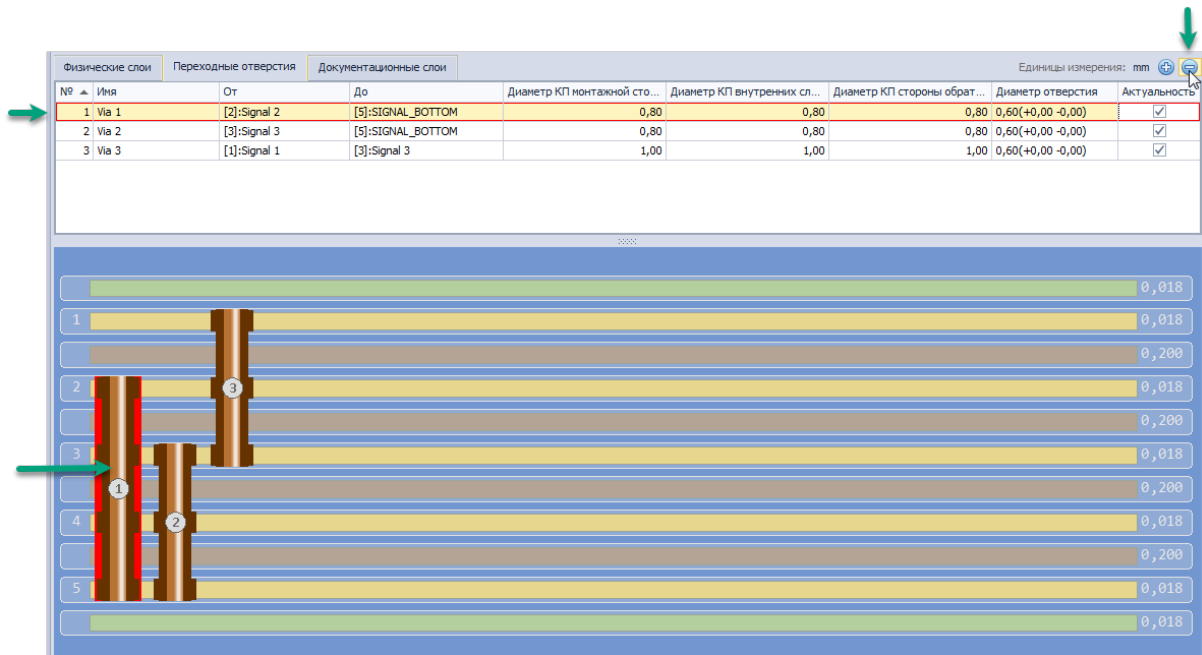

Рис. 23 Выбор типа переходного отверстия и его удаление
3. Нажать на кнопку удаления переходного отверстия , которая расположена в верхней правой части окна редактора, см. Рис. 23.